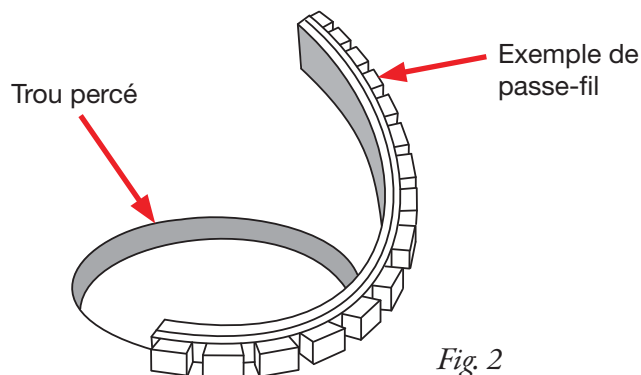

Fig. 2
- Évitez de faire passer les conduites d'air et le câblage près d'arêtes vives. Si vous faites passer des conduites d'air ou des fils électriques à travers des trous dans le châssis, utilisez des œillets en caoutchouc (non fournis) (Fig. 2). Soutenez le câblage et les conduites d'air tous les 8 à 12 po (200 à 300 mm) à l'aide de serre-câbles (F) ou d'un autre moyen.